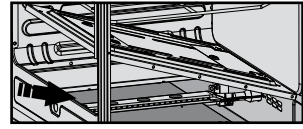

Figura 47
- Ubique de nuevo el difusor de calor. (Ver figura 47) Verifique que la instalación del producto esté en óptimas condiciones.